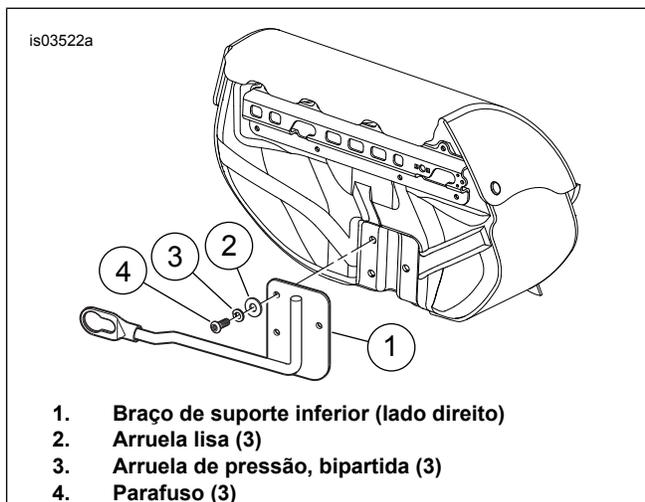

Figura 2. Instalação do braço de suporte inferior
1. Veja Figura 2. Aplique Loctite 243 – azul nas roscas do parafuso (4).
2. Instale o braço de suporte inferior (1) sem apertar, nos dois alforjes usando as três arruelas lisas (2), as arruelas de pressão bipartidas (3) e os parafusos (4). O braço de suporte inferior se encaixa na fenda na parte de trás do alforje. As ferragens montam o braço pelo lado de dentro do alforje.